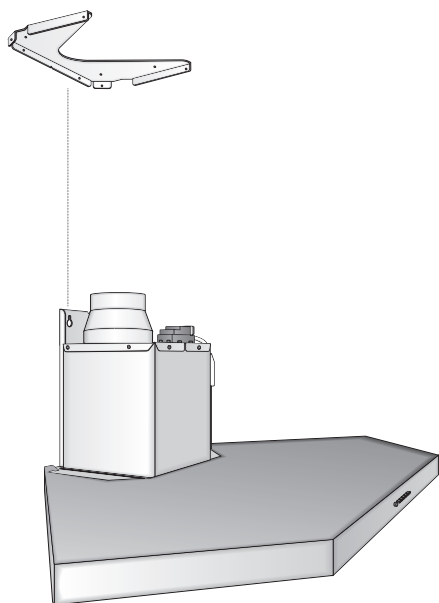

Fig.10
• POSITIONNEMENT DÉFLECTEUR FILTRANT (Fig.10) (Seulement en version recyclage avec filtre à charbon)